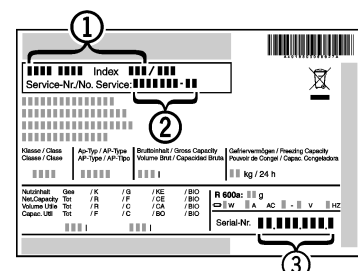

Fig. 7
- ▶ Odczytać z tabliczki znamionowej oznaczenie urządzenia Fig. 7 (1), nr serwisowy Fig. 7 (2) oraz numer seryjny Fig. 7 (3). Tabliczka znamionowa znajduje się po lewej stronie wewnątrz urządzenia.
- ▶ Poinformować serwis i podać opis zakłócenia, oznaczenie urządzenia *Fig. 7 (1)*, nr serwisowy *Fig. 7 (2)* oraz numer seryjny *Fig. 7 (3)*.